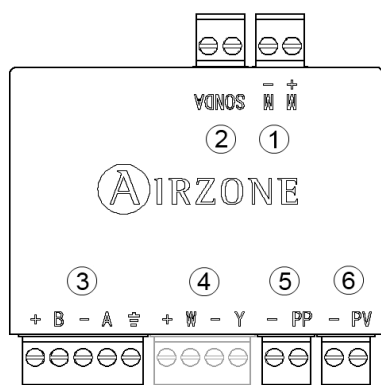

Fig. 15
El módulo local de zona (Fig. 15) es el encargado de la gestión y alimentación de la compuerta motorizada a la que esté conectado y de la comunicación con el termostato de la zona. En el caso de zonas donde sólo se controlen elementos radiantes, se instalará un módulo para la gestión de la temperatura y control del relé de la placa de control radiante. Además ofrece otras funcionalidades como son:
①	Conector del elemento motorizado
②	Conector Sonda
③	Conexión con central
④	Conexión termóstato (Sólo AZAMLZONAC)
⑤	Conexión del detector de presencia*
⑥	Conexión del detector de ventana*
El módulo local de zona (Fig. 15) es un elemento que se conecta al bus de expansión de la central ③. Se realiza mediante una borna de 5 pines. Para ello fije el cable con los tornillos de la borna, respetando el código de colores asociado a la serigrafía (Fig. 16).